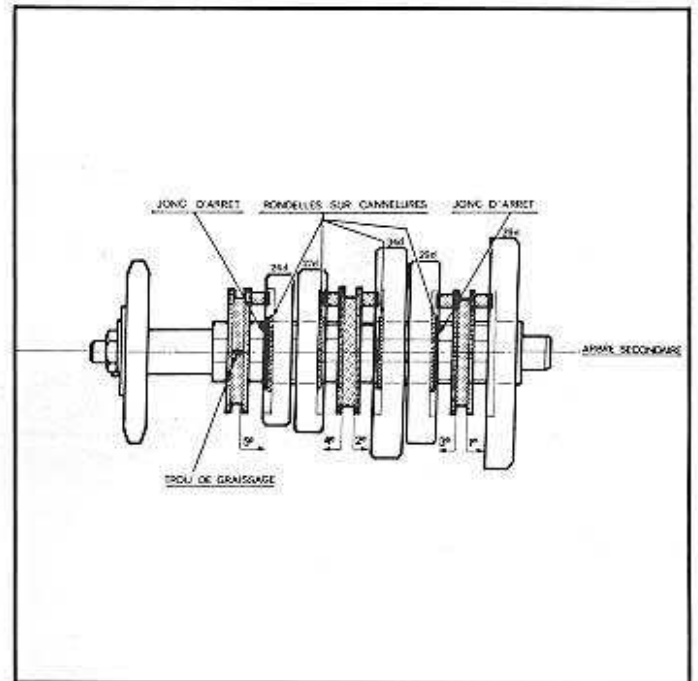

Fig. 47
- Réaliser la disposition de ces pièces comme l'indique la fig. 47.